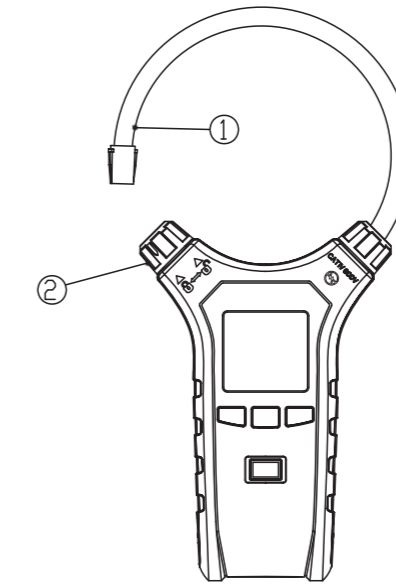

图 3
2. 按逆时针方向转动钳头锁定装置,可松开柔性钳头(如图:3)。